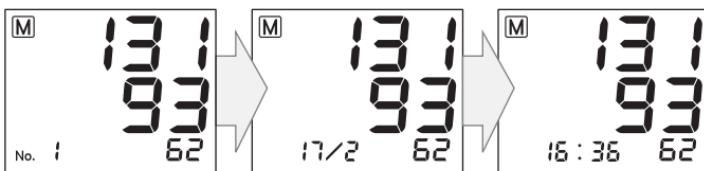

Рис.17
4. В нижнем левом углу дисплея будет поочередно отображаться номер ячейки памяти, даты и времени измерения (рис. 17). Результат сохраненный в ячейке под номером 1 является самым последним среди сохраненных данных в выбранной памяти. Чем больше номер ячейки памяти, тем старее результат.